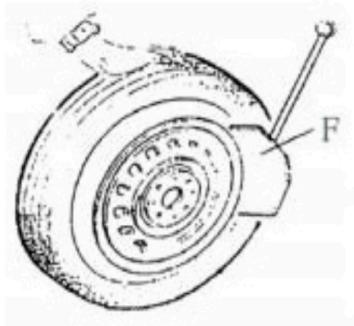

Fig. 5
Trykk vulstpressen (F) mot vulsten, ca. 10 mm fra felgkanten (Fig. 5).